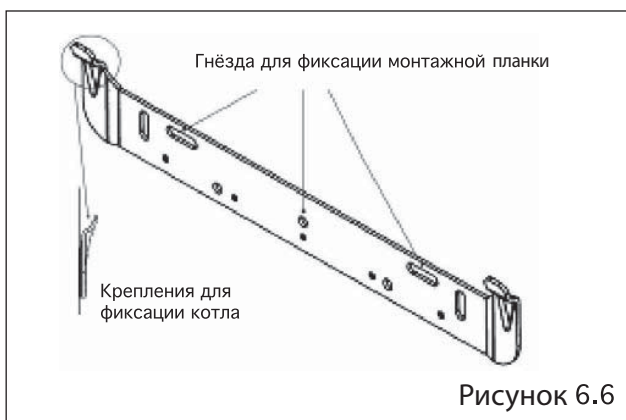

Рисунок 6.6
6.7.4 Сверясь с монтажным шаблоном просверлите отверстия для фиксирующего держателя (имеется в качестве монтажной принадлежности) и монтажной планки, используя 8.5 мм сверло. Разместите и закрепите на месте входящую в комплект поставки монтажную планку и фиксирующий держатель (если поставлен). (Рисунок 6.6)